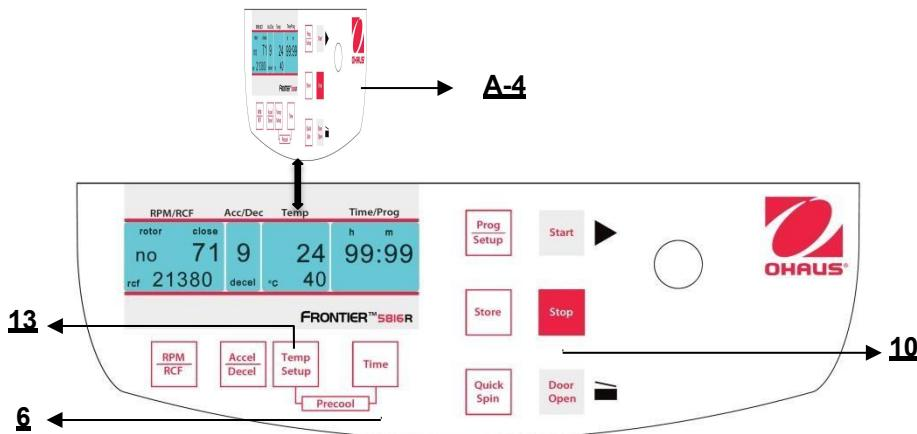
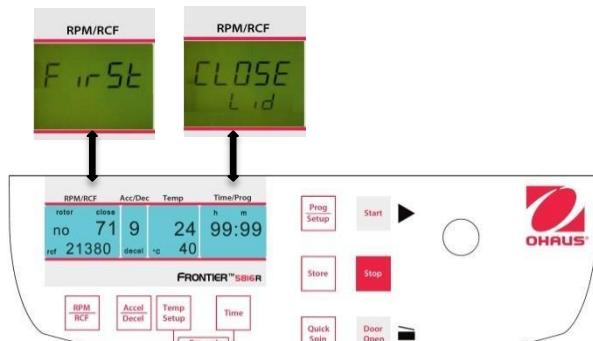

Abbildung. 23
Abbildung 26
Schließen Sie den Deckel der Zentrifuge. Fahren Sie nun fort wie zuvor beschrieben, um alle wichtigen Durchlaufparameter einzustellen. Wenn der Deckel nicht geschlossen ist, wenn Sie das Programm speichern, blinken auf der Anzeige **"RPM/RCF"** (A-1) die Worte **"firSt"** und **"CLOSE Lid"** (siehe Abbildung 23) abwechselnd. Wenn Sie den Durchlauf starten möchten, ohne das Programm zu speichern, blinken auf der Anzeige **"RPM/RCF"** (A-1) die Worte **"firSt"** und **"PrESS StoRE"** (siehe Abbildung 26) abwechselnd.
Sie können die Zentrifuge entweder mit der Taste "**Start**" (9) (siehe Abbildung 26) oder der Taste "**Quick Spin**" (8) starten.